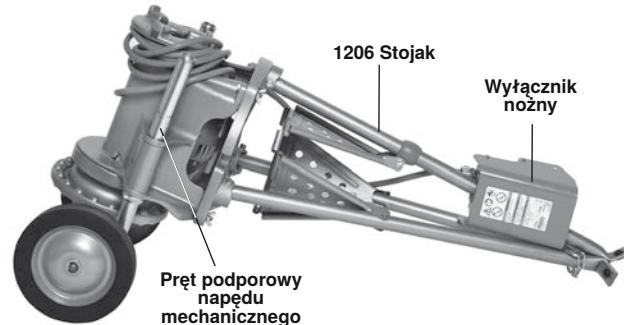

Rysunek 27 – Zmontowane urządzenie transportowe nr 32
- W razie potrzeby zmontuj urządzenie transportowe nr 32 (zob. *Rysunek 27*).